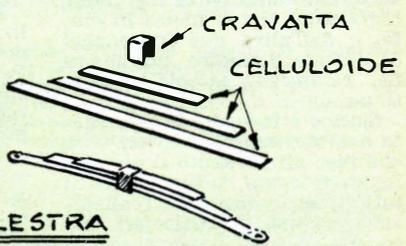

FIG. 7 BALESTRA
**SOSPENSIONI** — Le sospensioni si riducono al sistema elastico anteriore, formato dalle molle contenute nei bicchierini superiori delle boccole di guida e dalla lunga balestra trasversale. Questa si ricaverà dal cellulide sottile, tagliato a striscie, come indicato in fig. 7.